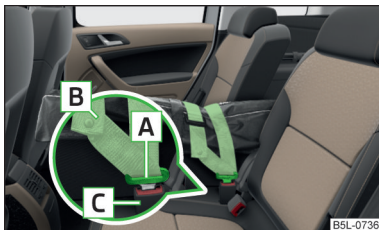

Fig. 94
- Introduceți elementele de prindere **A** » fig. 94 în butucii de fixare **C** ai centurii de siguranță din mijloc, mai întâi pe o parte, apoi pe cealaltă.